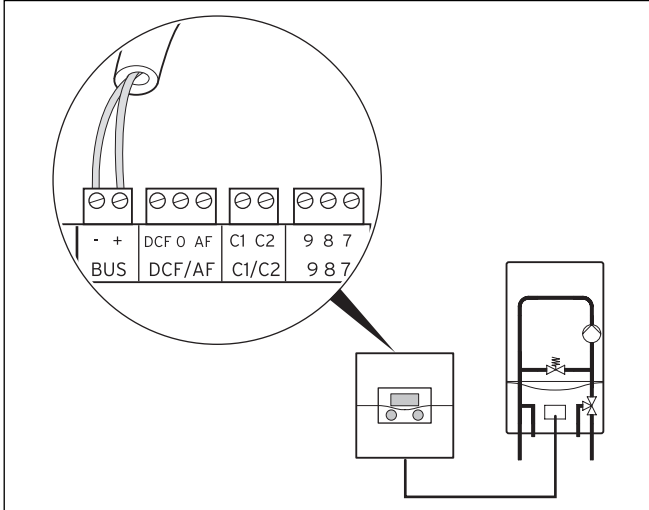

Abb. 5.2 Anschluss des Heizgerätes
- Nehmen Sie die Anschlussverdrahtung des Heizgerätes entsprechend Abb. 5.2 vor.